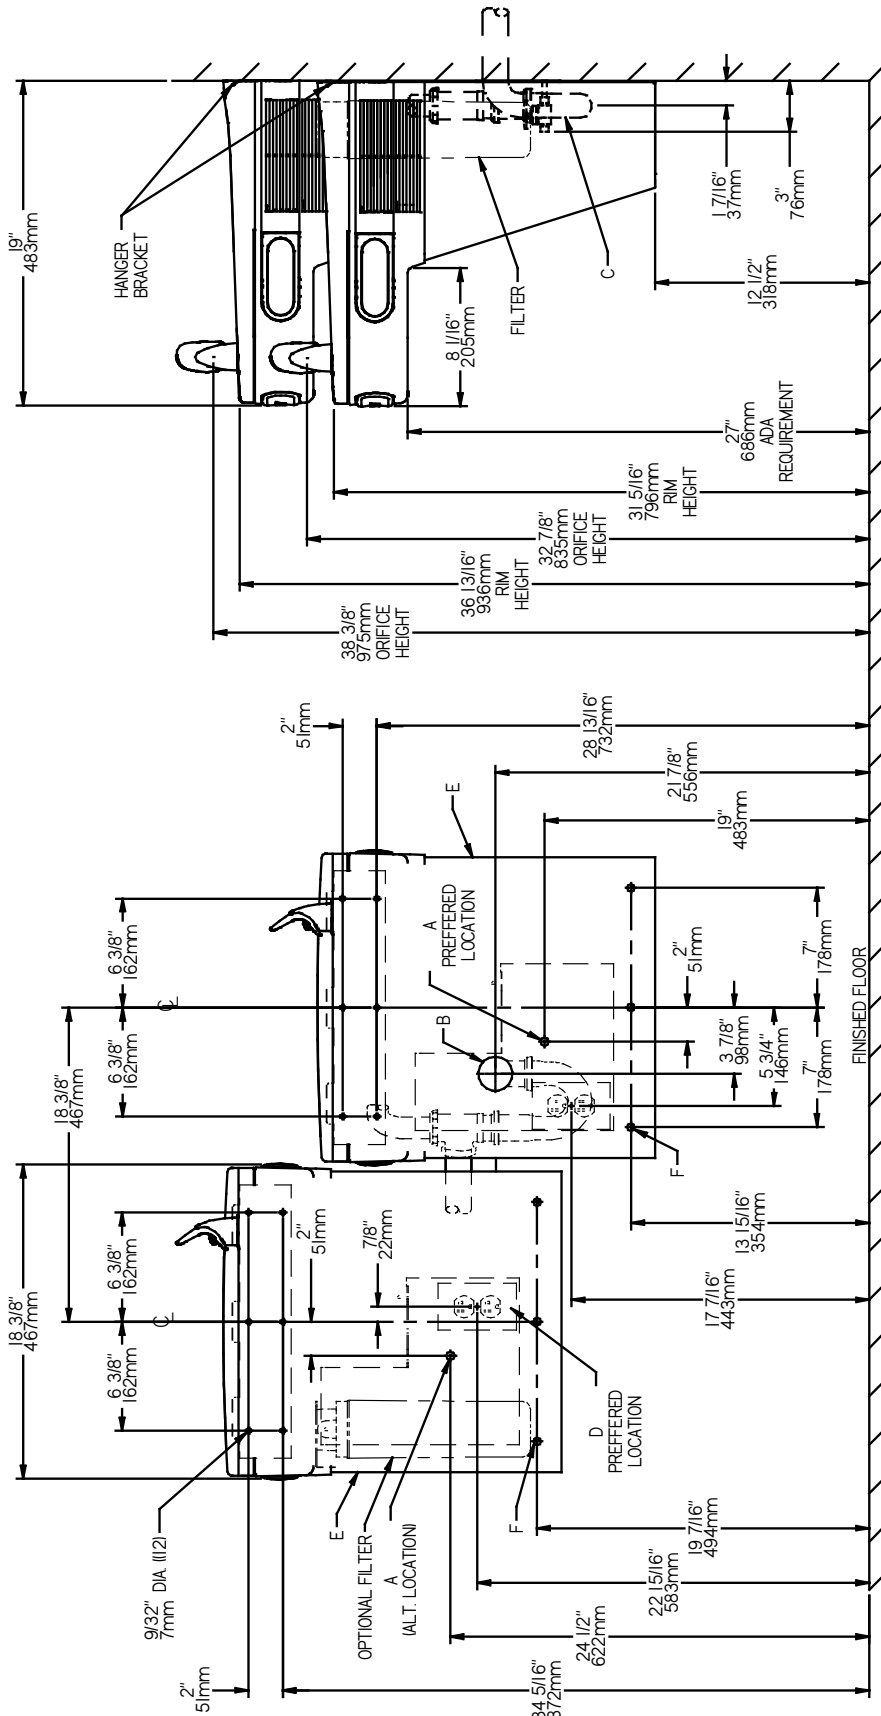

FIG. 2
- 1) Remove hanger brackets fastened to back of cooler by removing one (1) screw.
- 2) Mount the hanger bracket as shown in Figure 2 or 3.
- 3) Hang the cooler on the hanger bracket. Be certain the hanger bracket is engaged properly in the slots on the cooler back as shown in Figure 2 or 3.
- 4) Remove the four (4) screws holding the lower front panel at the bottom of cooler. Remove the front panel by pulling straight down and set aside.
- 1) Retire el soporte fijador que se encuentra conectado a la parte posterior del enfriador sacando un (1) tornillo.
- 2) Monte el soporte fijador de la manera descrita en Fig. 2 y 3.
- 1) Retirez le support de suspension fixé au dos du refroidisseur en retirant une (1) vis.
- 2) Montez le support de suspension comme indiqué dans la figure 2 et 3.
- 3) Pendez le refroidisseur au support de suspension. Assurez-vous que le support est correctement inséré dans les emplacements au dos du refroidisseur, comme indiqué dans la figure 2 et 3.
- 4) Retirez les four (4) vis maintenant en place le panneau frontal au bas du refroidisseur. Retirez le capot inférieur en tirant vers le bas et mettez-le de côté.